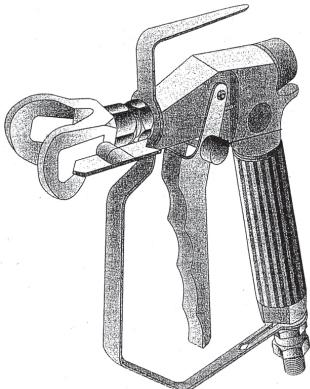

FIGURE 2
- 1 Pour encincer la sécurité du pistolet (empêcher l'ouverture de la détente du pistolet), placez la détente du pistolet vers l'avant (position fermée), et tournez l'aiguille (n° 1 - figure 2) jusqu'à ce qu'elle bute contre le corps du pistolet. Vérifiez que la détente est bloquée.
- 2 Pour enlever la sécurité du pistolet, placez la détente du pistolet vers l'avant (position ouverte) et tournez l'aiguille (n° 1 - figure 2) jusqu'à ce qu'elle bute sur la détente.